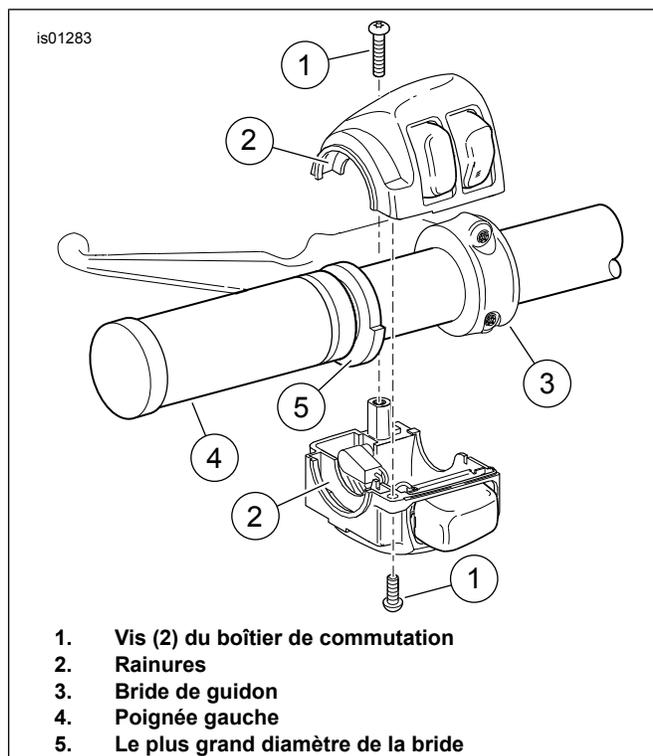

Figure 5. Boîtier de commutation gauche du guidon
3. Voir la Figure 5. Placer la poignée chauffante gauche (4) de façon à ce que la partie de la bride (5) dont le diamètre est le plus grand soit au fond. Pousser la poignée complètement sur le guidon.
4. Voir Figure 5 , qui montre un montage de commutateur similaire du côté gauche. Positionner le boîtier de commutation inférieur sous la poignée de manière à ce que les rainures (2) sur le côté extérieur du boîtier de commutation s'ajustent sur la bride à l'extrémité de la poignée.